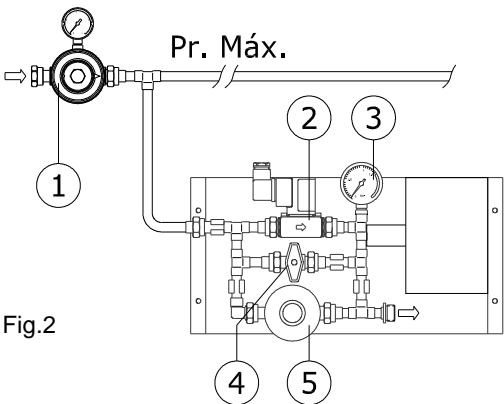

Fig.2
- Activar la válvula eléctrica desde el sistema de control (fig.2) y ajustar la presión de salida (según modelo) mediante el regulador de línea (1) (no incluido) y comprobar la presión en el manómetro de salida (3)
- Reajustar la presión de salida mediante el regulador de línea (1) una vez que todos los radiadores estén encendidos.
- Enable the electro valve from the control system (fig. 2) and set the outlet pressure (depending on the model) using the inlet regulator (1) (not included), and check the pressure in the outlet pressure gauge (3).
- Re-set the outlet pressure using the inlet regulator (1) once all the brooders are switched on.
- Activer la soupape électrique depuis le système de contrôle (fig.2), régler la pression de sortie (selon modèle) à l'aide du régulateur d'entrée (1) (no inclus) et vérifier la pression sur le manomètre de sortie (3)
- Régler à nouveau la pression de sortie à l'aide du régulateur d'entrée (1) une fois que tous les radiateurs seront allumés.